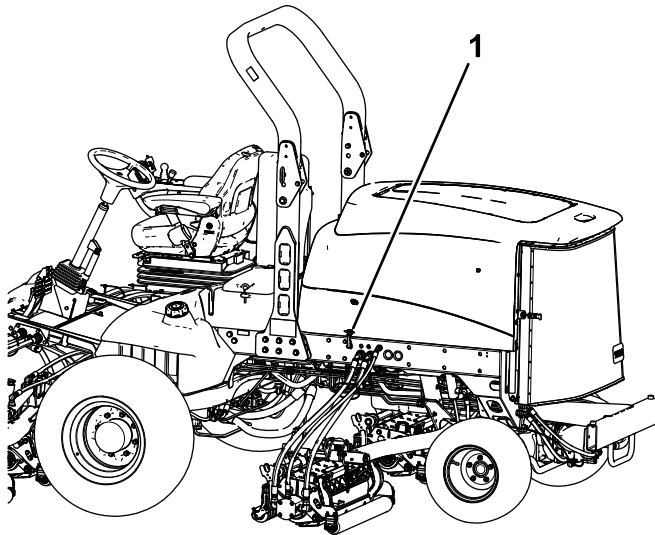

Figure 33
1. Débranchez le loquet de capot de son support (Figure 33).